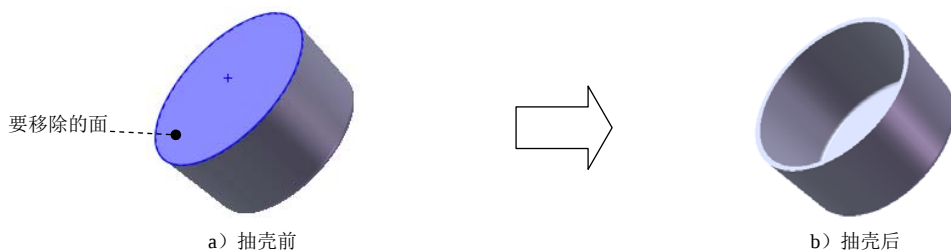

图 3.29.7 抽壳 1
Step5. 创建图 3.29.7 所示的零件特征——抽壳 1。选择下拉菜单 **插入(I)** → **特征(F)** → **抽壳(S)** 命令；选取图 3.29.7a 所示的模型表面为要移除的面；在“抽壳 1”对话框的 **参数(P)** 区域输入壁厚值为 3.0；单击对话框中的 按钮，完成抽壳 1 的创建。